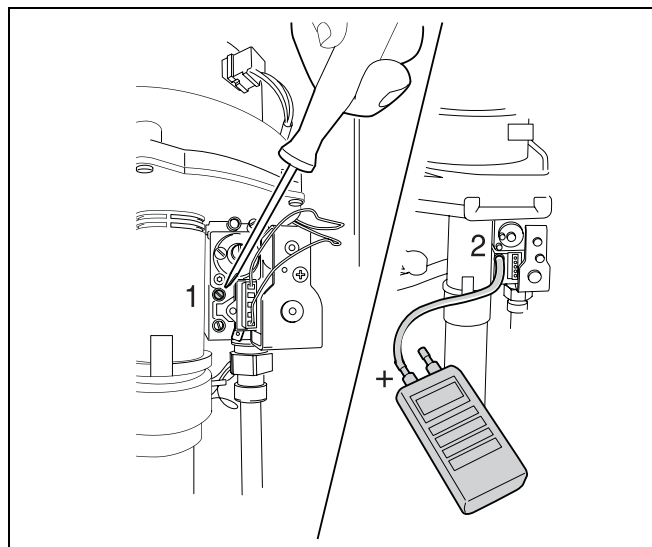

Рис. 31 Измерение и установка соотношения газ/воздух
- Ослабить винт в верхнем измерительном ниппеле (измерительный ниппель давления горелки) на два оборота (рис. 31, **поз. 1**).
- Соединить положительный контакт измерителя давления через шланг с измерительным ниппелем давления горелки (рис. 31, **поз. 2**).